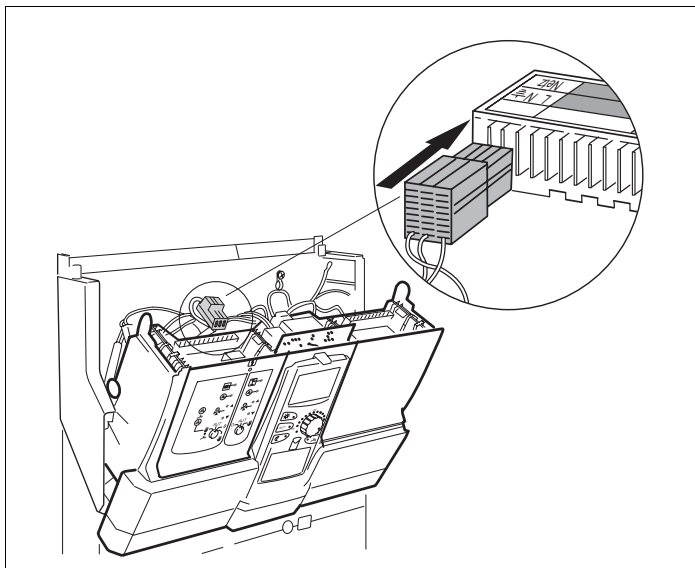

Рис. 7 Подключение разъема 1 к сети
- Вставьте соединительный штекер (230 В) модуля в предусмотренный для него разъем (см. вид на рис. 7).
- Отсоедините штекер (230 В) модуля (см. рис. 7, стр. 15), а также все соединительные провода модуля ZM 424 и зафиксируйте их положение.